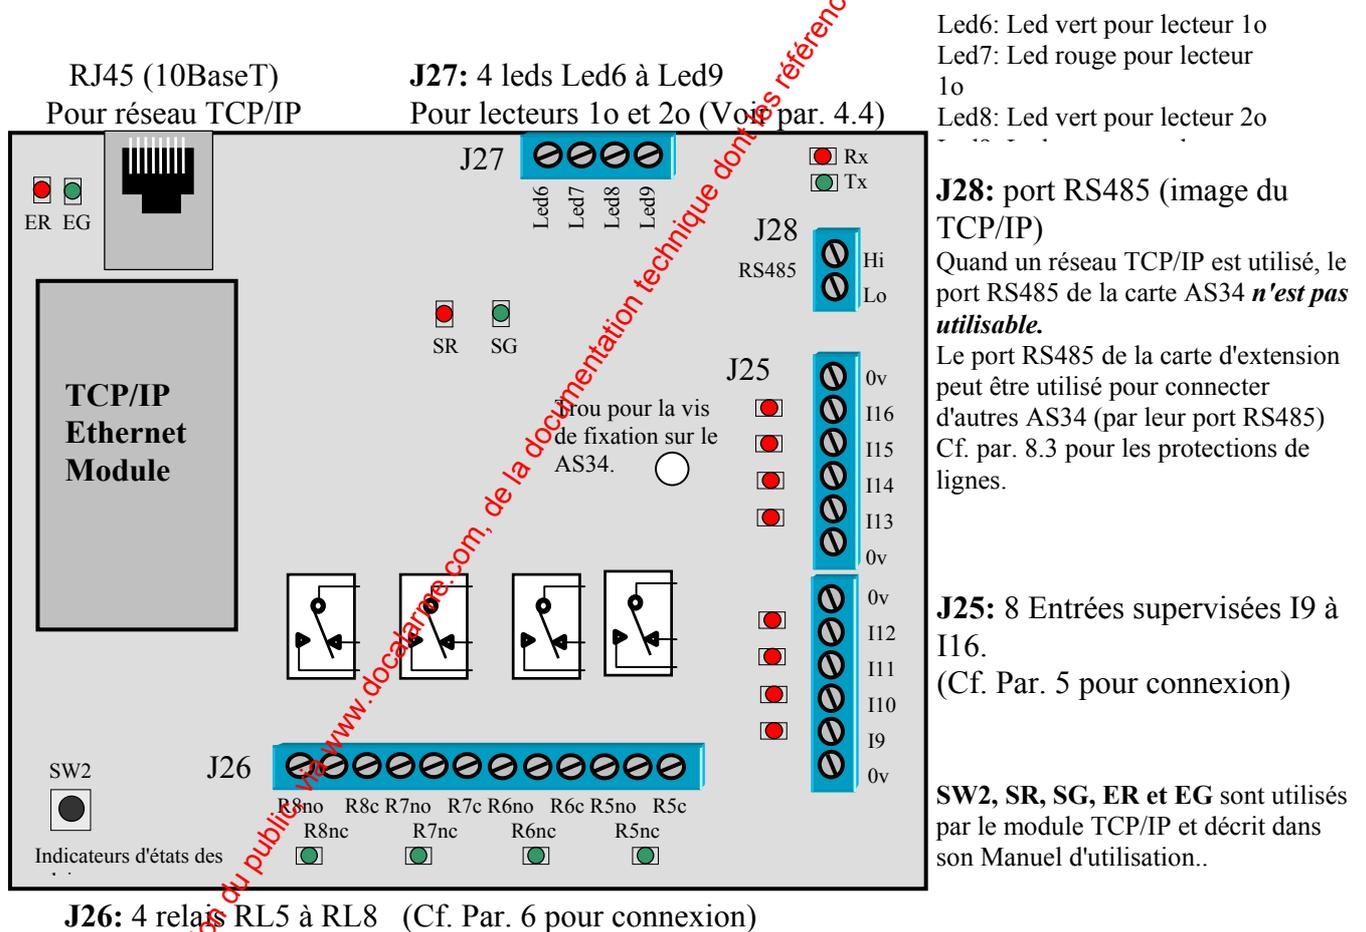

Fig. 7.1 Carte d'extension 'EXT8E4SIP85' (9,90 x 12,1 cm)
- La Fig.7.1 ci-dessous décrit cette carte et ses connexions.